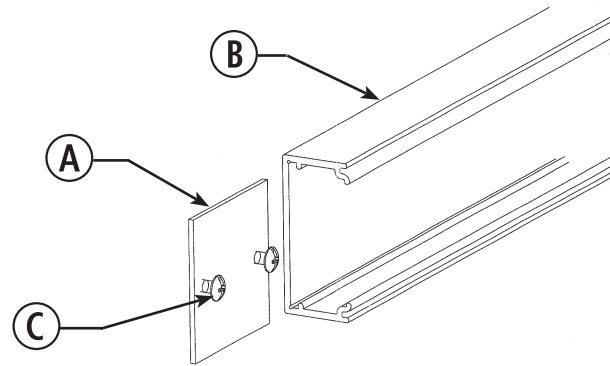

Fig. 11
9. Unit is supplied with (2) Blank End Fittings (B). See Fig. 11.
10. Close raceway covers (D) onto raceway bases. Aluminum PLUGTRAK® is shipped with the cover disassembled from the base. Unit is shipped with the receptacles snapped into the cover. Snap raceway cover into base.
9. L'unité est livrée avec (2) embouts (B) (Fig. 11).
10. Refermer les couvercles (D) sur les bases de canalisation. Le PLUGTRAK^{MD} en aluminium est livré le couvercle désassemblé de la base. Les prises de l'unité sont enclenchées dans le couvercle à la livraison. Enclencher le couvercle de canalisation dans la base.
9. La unidad se entrega con (2) accesorios de cierre de extremo (B) (Fig. 11).
10. Cerrar las tapas de la canaleta (D) sobre las bases de la canaleta. El PLUGTRAK^{MR} en aluminio se despacha la tapa no armada a la base. La unidad se despacha con los tomacorrientes enganchados en la tapa. Enganchar la tapa de la canaleta en la base.